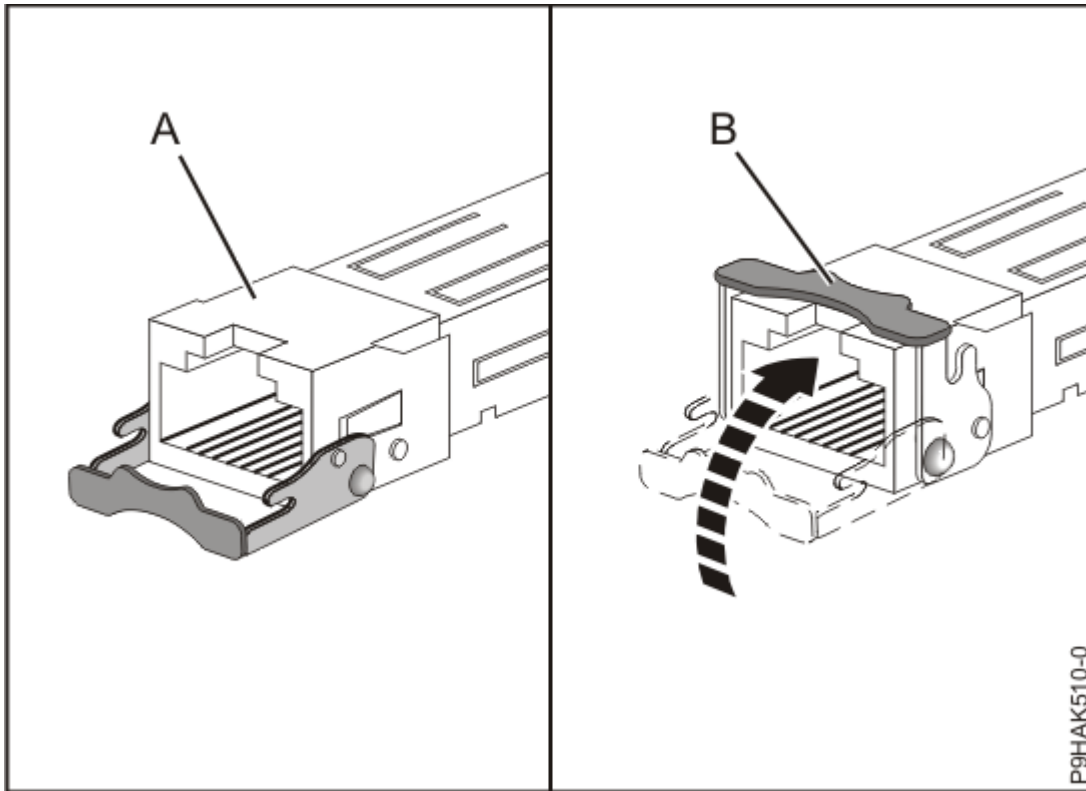

Abbildung 69. SFP-Transceiver im Adapter austauschen
- c) Drücken Sie bei geöffneter Verriegelung **(A)** auf die Verriegelung, indem Sie sie zur Karte hin nach oben drehen, wie in Abbildung 69 auf Seite 95 dargestellt.